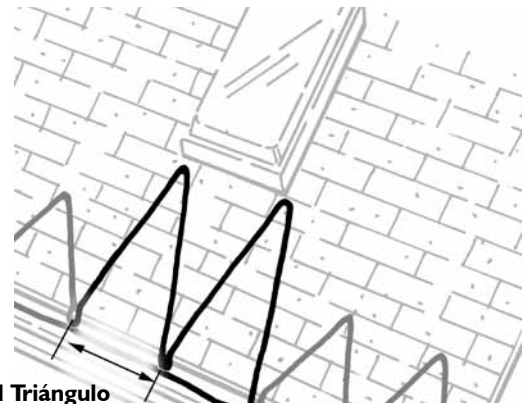

Figura 5. Diseño de los triángulos cerca de un tragaluz
- **Diseño para los tragaluzes:** Las zonas de tragaluzes con problemas son tratadas también con el “diseño de triángulos.” Sin embargo, la altura de los triángulos debe ser mayor que la de los del alero del techo. Aumente la altura de los triángulos hasta llegar a una línea de tejas (5 1/2 pulgadas [15 cm]) por debajo del tragaluz. La base se mantiene en 15 pulgadas (38 cm) (Véase la Figura 5).